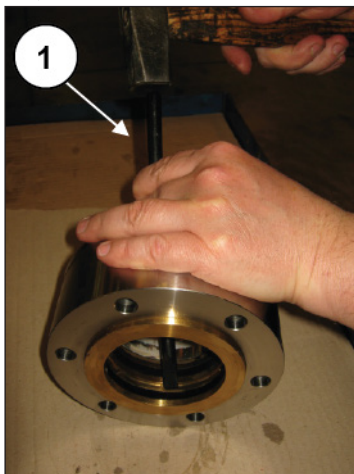
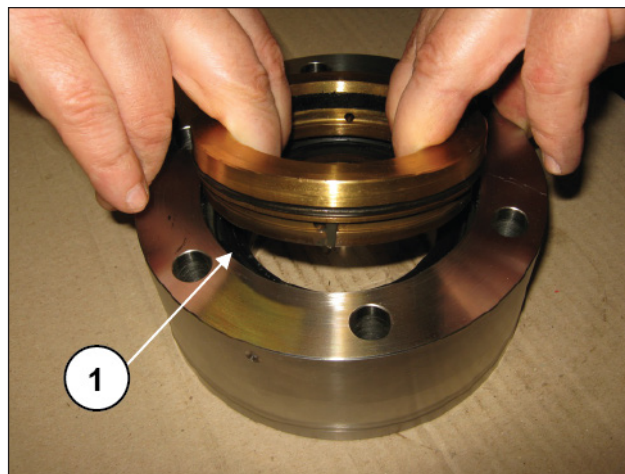

图 212
图 213
利用塑胶工具和反冲器来抽出并拆卸密封件支撑(①, 图 212和图 213)。